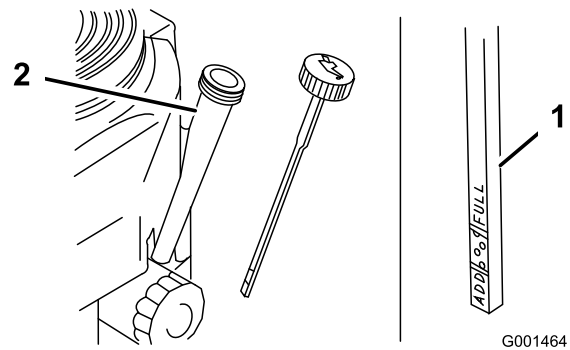

Figura 29
4. Limpie alrededor de la varilla de aceite (Figura 29) para impedir que caiga suciedad por el orificio de llenado y cause daños en el motor.
5. Desenrosque la varilla de aceite y limpie el extremo (Figura 29).
6. Deslice la varilla a fondo en el tubo de llenado, pero no la enrosque en el tubo (Figura 29).
- Vierta lentamente un 80% aproximadamente de la cantidad especificada de aceite por el tubo de llenado (Figura 29).